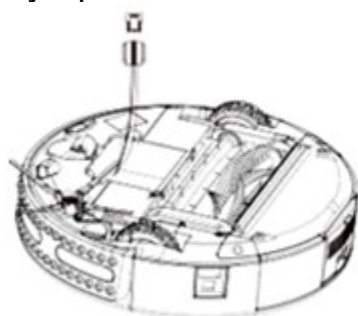

Рис. 1
1. Окрутите крепежные болты при помощи отвертки и снимите крышку аккумуляторного отсека (как показано на рис. 1).